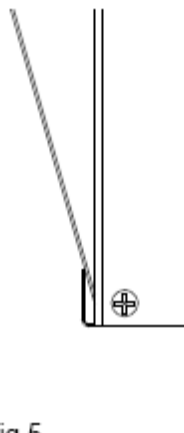

Рис.4
11. Вставьте переднюю панель обогревателя, так как указано на Рис.4, прислоните и закрепите двумя шурупами внизу.